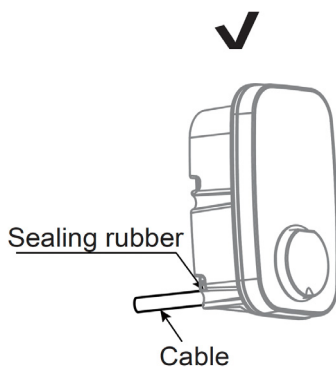

Fig. 7
- Opzione 2: Ingresso posteriore: il cavo entra dalla parte posteriore, utilizzando la guarnizione in gomma. Fig. 7